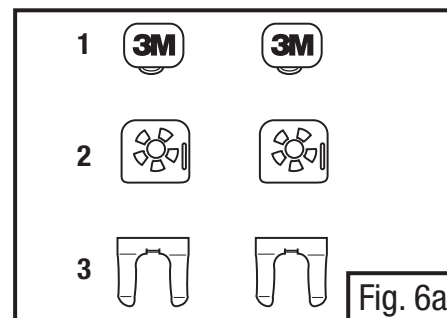

Fig. 6a
- A Fig. 6a mostra o kit do pivô. A partir de cima para baixo, a parte com a marca da “3M” é o “post” (posto) (1), a parte a seguir é o “back plate” (placa traseira) (2), e a parte de baixo na Fig. 6a é a do “metal spring clip” (presilha de mola metálica) (3).